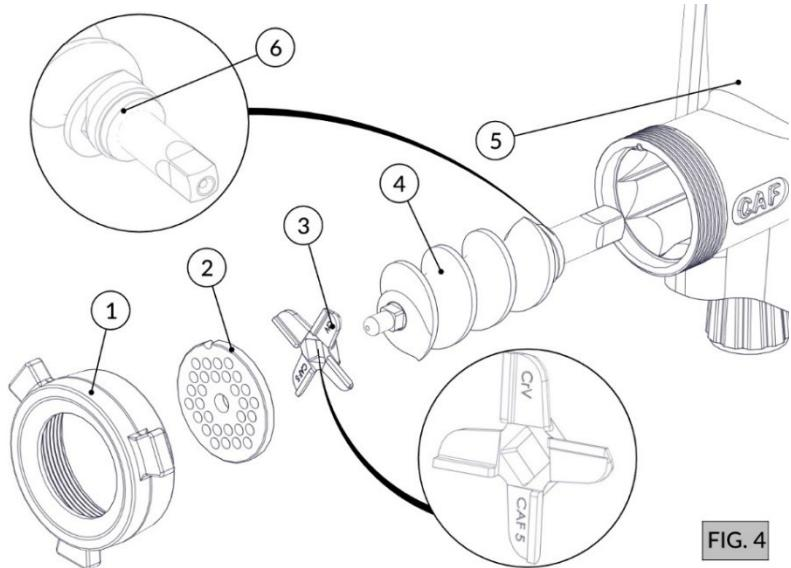

FIG. 4
1. Encaixe o caracol (Item 4 - FIG. 4) no bocal (Item 5 - FIG. 4) assegurando que ele está com a arruela (Item 6 - FIG. 4), item de suma importância para um bom funcionamento da máquina;
2. Encaixe a cruzeta simples (Item 3 - FIG. 4) no pino do caracol (Item 4 - FIG. 4), observando sua posição de corte (corte para frente);
3. Encaixe o disco (Item 2 - FIG. 4) no pino do caracol (Item 4 - FIG. 4) e certifique-se de que o disco encaixou na chaveta do bocal;
4. Rosqueie o volante (Item 1 - FIG. 4) até encostar no disco.